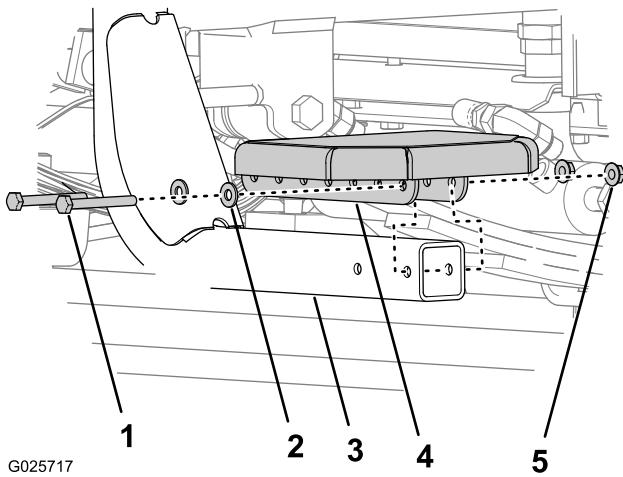

Figura 3
1. Alinee los 2 taladros del peldaño con 2 de los taladros del extremo del soporte del peldaño (Figura 3).
2. Sujete el peldaño al soporte con 2 pernos de cabeza hexagonal ($\frac{1}{4}$ " x $2\frac{1}{4}"), 2 tuercas con arandela prensada y 2 arandelas (Figura 3).$